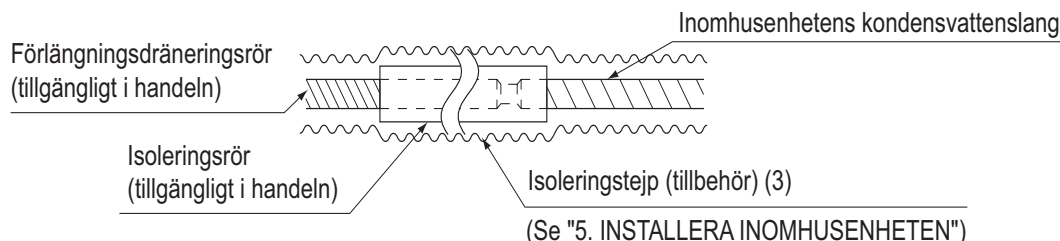

Bild 19
- Vid förlängning av dräneringsslangen ska en förlängningsslang (finns i butik) användas. Glöm inte att isolera dräneringsslangens förlängning. (Se bild 19)